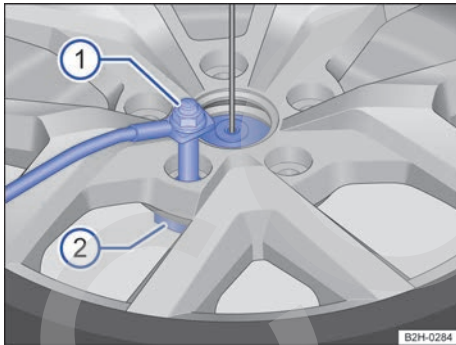

Fig. 179 Desenroscar el tornillo de seguridad con la llave de rueda.
- Desenrosque el tornillo de seguridad → fig. 179 ① del soporte para llantas ② en el sentido contrario al de las agujas del reloj con la llave de rueda de las herramientas de a bordo → página 288.